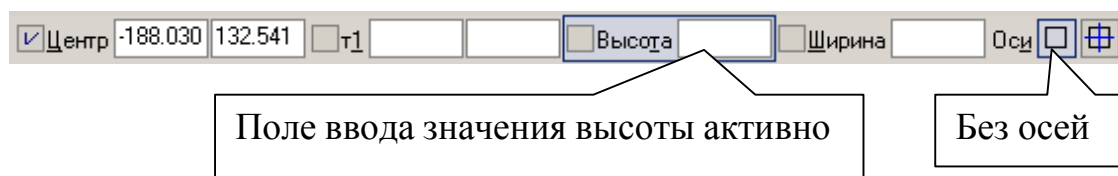

Рис. 2
1. Включите **Num Lock**. Должны быть включены следующие глобальные привязки: ближайшая точка, пересечение, угловая привязка. Нажмите кнопку **Прямоугольник по центру и вершине**  на панели **Геометрия** . Параметры прямоугольника при его создании и редактировании отображаются в отдельных **полях Строки параметров**. Строка параметров, соответствующая команде, показана на рис. 2.
Выберите прямоугольник без осей, рис. 2.